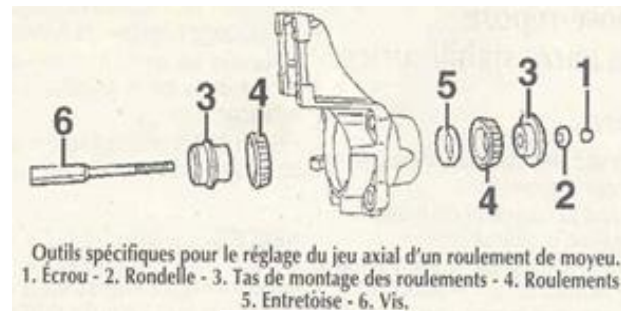

Fig. 1
- 2) Installare l'attrezzatura di regolazione (fig. 1) e serrare il dado alla coppia di 10 N.m, allentarlo un po' e fare girare l'insieme nei entrambi i sensi, serrare di nuovo il dado alla coppia di 10N.m